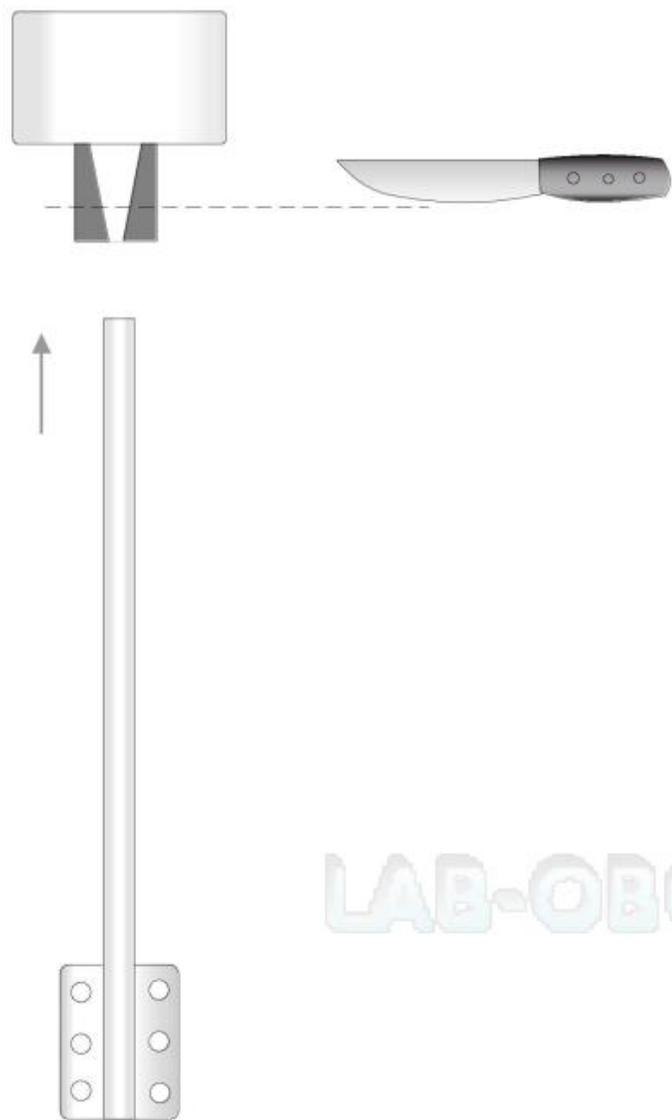
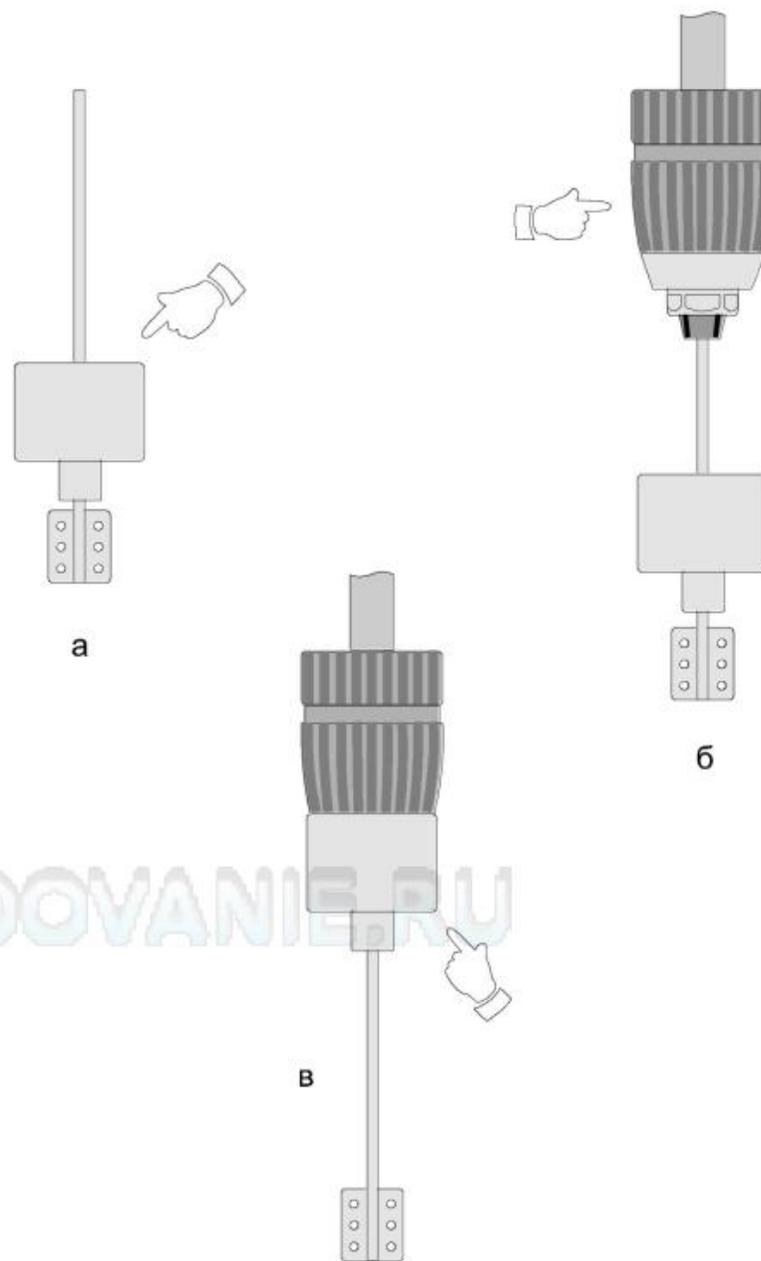

Рис. 2. Доработка наконечника заглушки по диаметру вала мешалки
Рис. 3. Установка мешалки в патрон
- надеть на вал мешалки последовательно наконечник 5 и заглушку 4 (рис. 3а). Предварительно доработать наконечник по диаметру вала мешалки, отрезав ножом его коническую часть на требуемую высоту (рис. 2);
- закрепить вал мешалки в патроне, поворачивая его обойму до щелчка (рис. 3б);
- поднять заглушку с наконечником, закрыв кулачки патрона (рис. 3в);